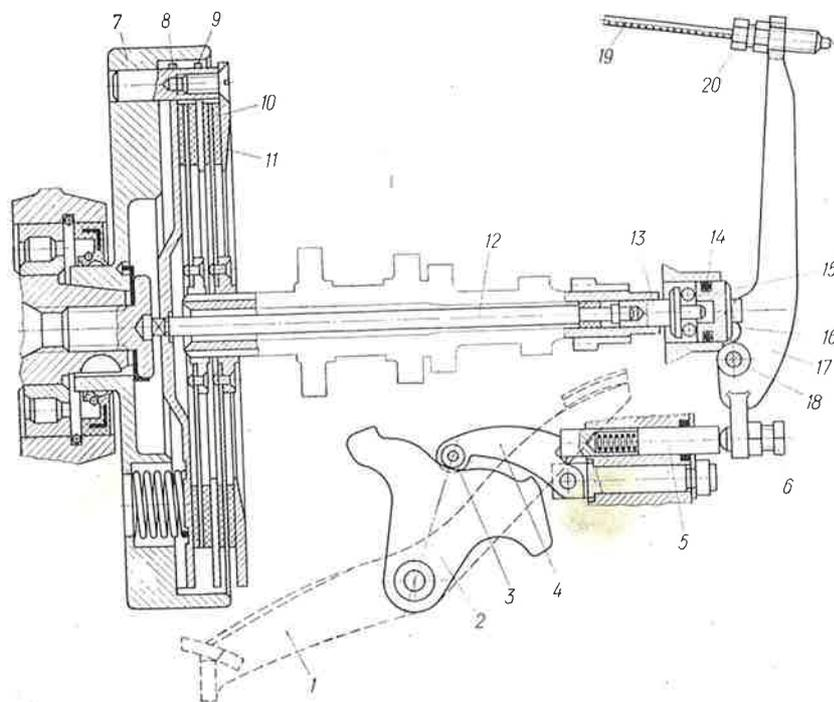

Рис. 22. Сцепление и механизм выключения сцепления при переключении передач:
Сцепление состоит из ведомых и ведущих частей и механизма выключения сцепления. К ведущим частям сцепления относятся маховик 7 (см. рис. 22) и диски (нажимной 8, промежуточный 9 и упорный 11), которые установлены на пальцах маховика.
**Механизм выключения сцепления при переключении передач.** При переключении передач кулачок-кривошип 2 (рис. 22), поворачиваясь вперед или назад от своего среднего положения, поднимает длинное плечо с роликом внутреннего рычага 4, расположенного в полости картера коробки передач.